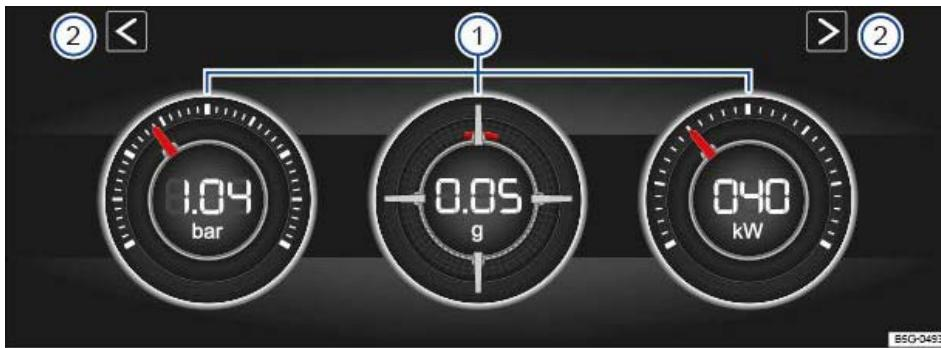

Abb. 29 Im Infotainmentsystem: Leistungsmonitor.
Legende zu ⇒ Abb. 29
Wenn Sie zwischen dem Leistungsmonitor und dem Laptimer ⇒ *Laptimer* wechseln möchten, tippen Sie eine der Pfeiltasten links und rechts oberhalb der Instrumente an ⇒ Abb. 29 (2).
Das Display kann maximal 3 Instrumente gleichzeitig darstellen. Jedes Instrument ist für jeden Anzeigebereich ⇒ Abb. 29 (1) (links, Mitte, rechts) wählbar.
- **Ladedruckanzeige:** Die Ladedruckanzeige ⇒ Abb. 29 (1) (links) zeigt den Druck in der Ladeluftstrecke zwischen Turbolader und Motor an (in der Einheit bar). Je weiter rechts der Zeiger auf der Skala steht, um so größer ist die Leistung, die der Motor abgibt.
- **Beschleunigungsmesser (G-Meter):** Der Beschleunigungsmesser (G-Meter) ⇒ Abb. 29 (1) (Mitte) zeigt im mittleren Bereich den Beschleunigungswert an (in der Einheit g). Die rote Markierung im rasterförmigen Bereich zeigt die Stärke der Beschleunigung und die Richtung der Kraft, die wirkt (nach physikalischen Gesetzmäßigkeiten entgegengesetzt). Wenn Sie z. B. nach links fahren, bewegt sich die rote Markierung im rechten Bereich des Instrumentes (und umgekehrt). Die rote Markierung bewegt sich nach unten, wenn beschleunigt wird, und nach oben, wenn gebremst wird. Die Stärke der Beschleunigung wird durch die Position der roten Markierung von innen nach außen dargestellt. Wenn sich die Beschleunigung erhöht, entfernt sich die rote Markierung vom mittleren Bereich.
- **Leistungsanzeige:** Die Leistungsanzeige ⇒ Abb. 29 (1) (rechts) zeigt die aktuell abgerufene Motorleistung als digitalen Wert und auf
- Im Leistungsmonitor eine der Pfeiltasten antippen = *Abb. 29* (2), um in den Laptimer zu wechseln.
Mit den Pfeiltasten = *Abb. 29* (2) bzw. = *Abb. 30* können Sie jederzeit zwischen Laptimer und Leistungsmonitor wechseln.